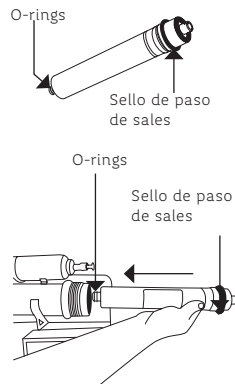

Figura 11.
2. Identifica el extremo de la Membrana de Ósmosis Inversa con O-rings y el extremo con el sello de paso de sales. Coloca la Membrana de Ósmosis Inversa con los O-rings hacia el fondo del vaso, mientras el sello de paso de sales quede en el otro extremo del vaso; es decir, del mismo lado que la tapa del vaso de la membrana (ver Figura 11).